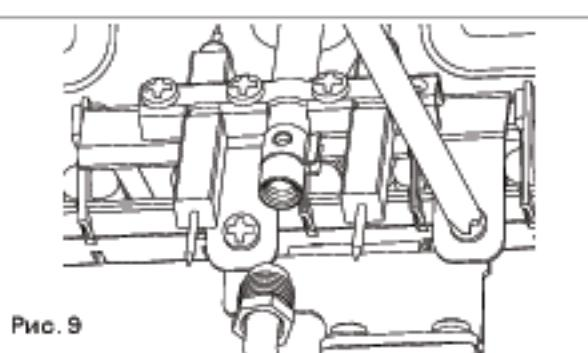

Рис.9
- открутить винты крепления запальной горелки (рис. 9);